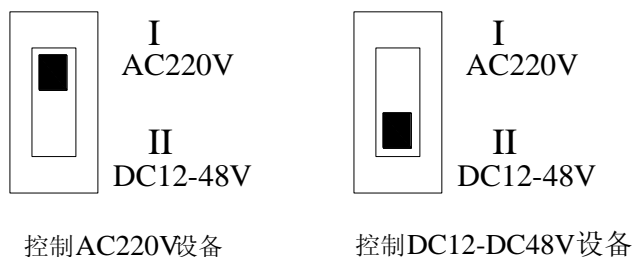
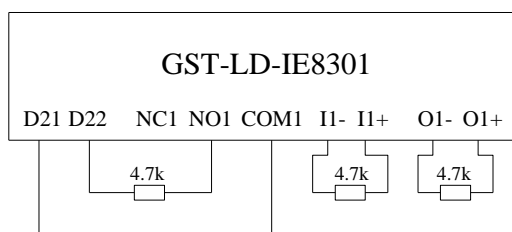

图 5 滑动开关的设置
图 9 模块输入或输出端不使用时的连接示意图
模块工作在模式 1、模式 2、模式 3 时，可以使用继电器触点控制设备。如果模块控制交流 220V 供电设备，需将线路板的 XS3 滑动开关置于 I 位置；如果模块控制直流 DC12V~DC48V 供电设备，需将线路板的 XS3 滑动开关置于 II 位置，如图 5 所示。
此时用编码器功能 3 设置参数为 1，功能 4 设置参数 13 或 40，XS3 开关位置见图 5，不用的端口按图 9 接电阻。
此时用编码器功能 3 设置参数为 2，功能 4 设置参数 13 或 40，XS3 开关位置见图 5，不用的端口按图 9 接电阻。
此时用编码器功能 3 设置参数为 3，功能 4 设置参数无效，XS3 开关位置见图 5，I1-、I2+ 间不用接电阻，其它不用的端口按图 9 接电阻。
4. 模块在工作模式 1、模式 2、模式 3 工作时，输入或输出端如果不使用，需按图 9 所示连接终端电阻。模式 3 时输入端 I1-、I1+ 间不用接电阻。